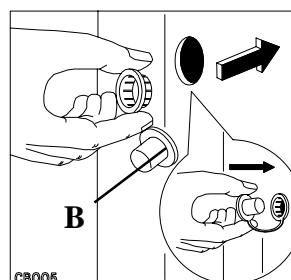

Fig 4
- Les ouvertures désormais visibles doivent être fermées avec les caches (B) qui se trouvent dans la pochette jointe à l'appareil (fig. 4), sans oublier de rabattre la capsule centrale.